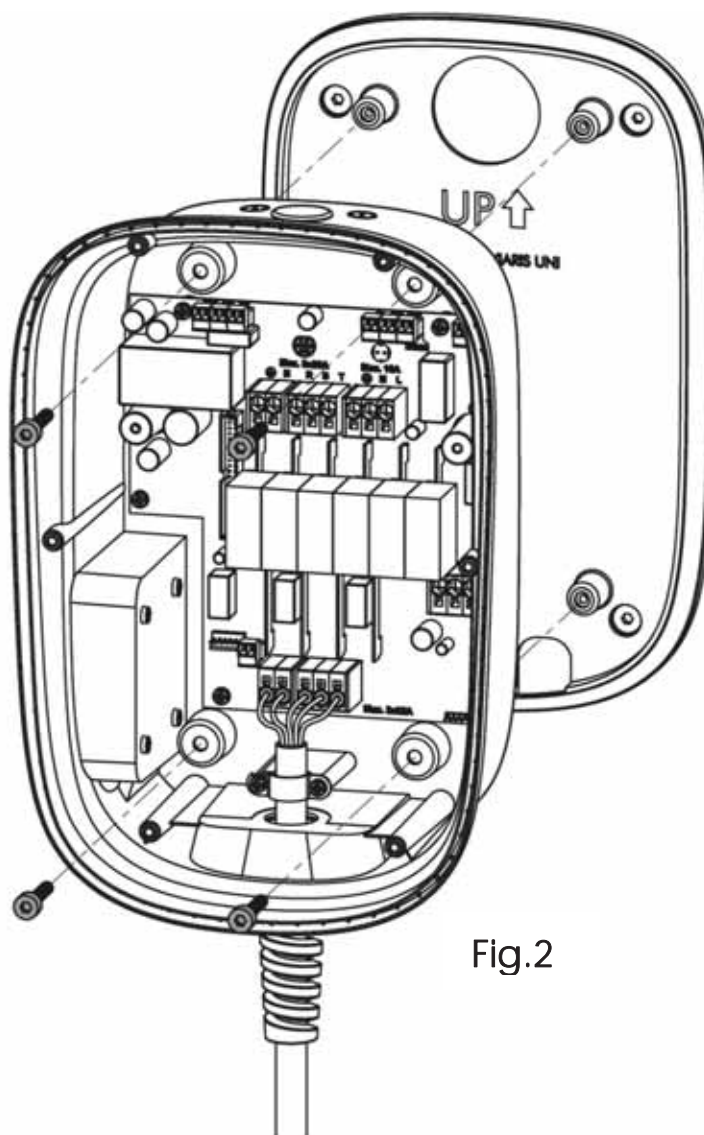

Fig.2
- Fixez le chargeur à l'aide de quatre vis M6 (fournies). Fig. 2